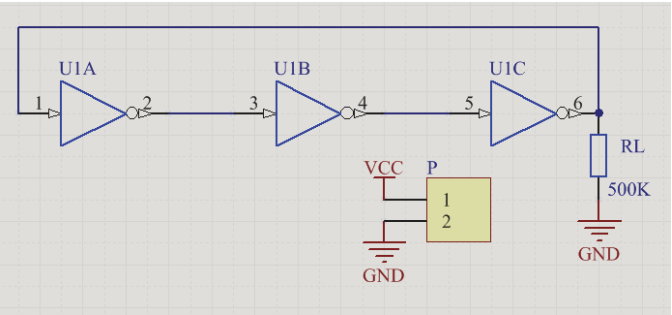

图 12-26 环形振荡电路原理图
- (2) 按照第 3 章中的操作，完成环形振荡电路原理图的绘制，如图 12-26 所示。